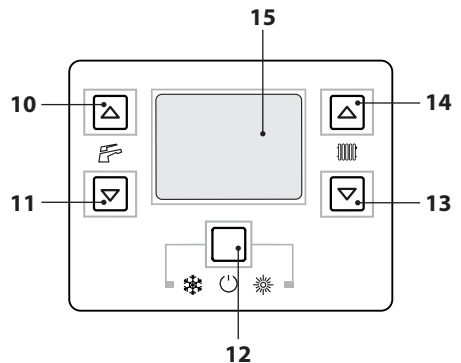

Figura 8.2
- Entre en la "modalidad de programación" pulsando simultáneamente durante 10 segundos los botones 12-13-14(Figura 8.2) hasta que aparezcan en el display LCD las letras **P01** que se alternan con el valor del parámetro, indicando que se ha entrado en el "parámetro 01" (Figura 8.3).
- Pulsando el botón 12 (Figura 8.2) se confirma el valor introducido.
- Pulsando simultáneamente los botones 12 y 13 (Figura 8.2) se sale sin modificar el valor (se vuelve a la lista de parámetros Figura 8.4)
- Pulsando simultáneamente durante 10 segundos los botones 12-13-14 (Figura 8.2) se sale de la "modalidad de programación".